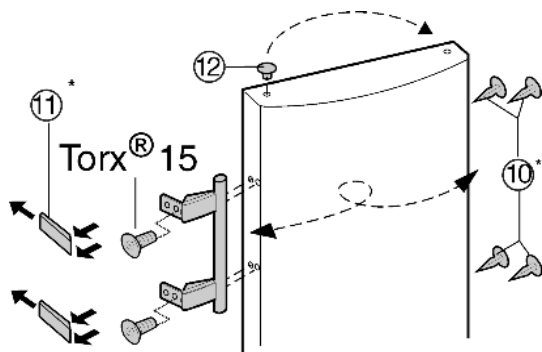

Fig. 8
- ▶ Čepe Fig. 8 (12) vzemite iz puše ležaja vrat in jih prestavite.
- ▶ Ročaj, čepce Fig. 8 (10) in potisne plošče Fig. 8 (11) odmontirajte in jih prestavite na drugo stran.